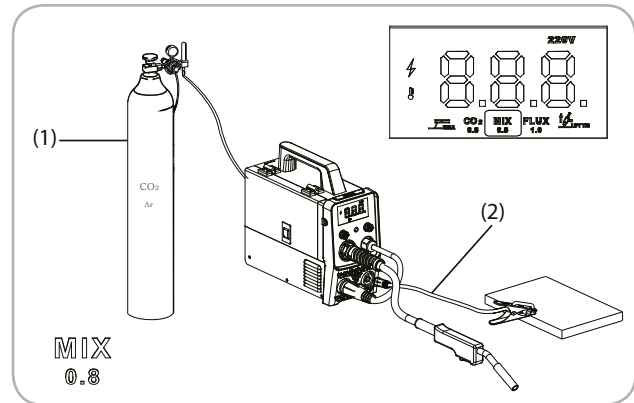

Fig.7
- Se va conecta aparatul la butelia cu gaz și se va regla debitul Fig 7 (1)
- Electrocul se va monta la terminalul negativ Fig 7 (2)